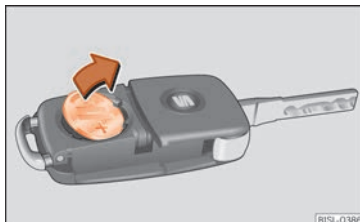

Abb. 88 Fahrzeugschlüssel: Batterie herausnehmen.
- Batterie mit einem geeigneten dünnen Gegenstand aus dem Batteriefach heraushebeln »» **Abb. 88**.
- Neue Batterie wie gezeigt ansetzen »» **Abb. 88** und entgegen der Pfeilrichtung in das Batteriefach drücken »» ❷.